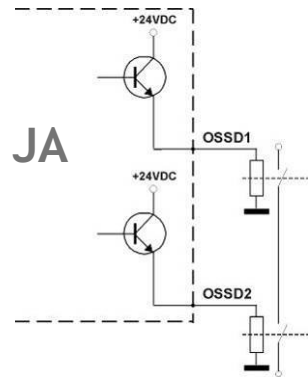

Abb. 16
- Die Sicherheitskontakte OSSD1 und OSSD2 dürfen untereinander auf keinen Fall in Reihe oder parallel geschaltet werden, können jedoch beide einzeln eingesetzt werden (siehe Abb. 16). Sollte irrtümlich eine dieser beiden Konfigurationen verwendet werden, weist der Sicherheitslichtvorhang auf die Betriebsstörung der Ausgänge hin (siehe Kap. 7 "*Diagnosefunktionen*").